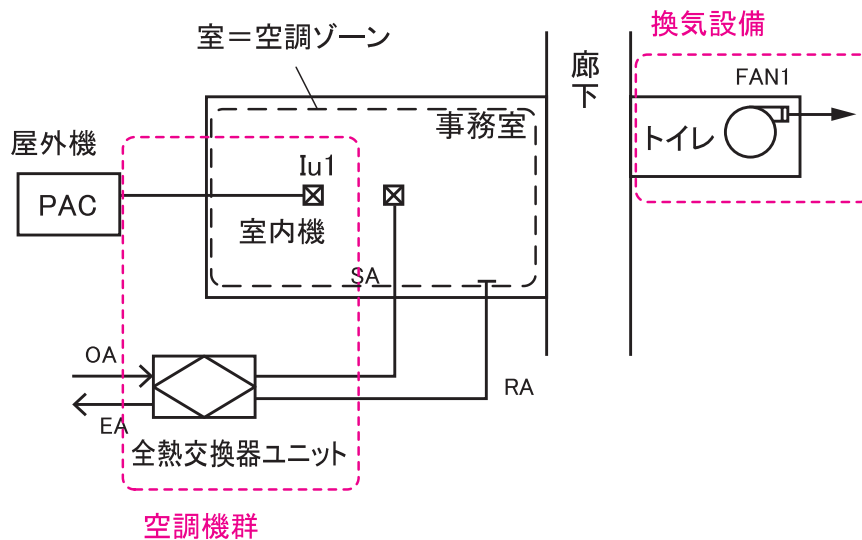

図 2-2-39 空調機群の考え方 (3)
3) システム例 3 (図 2-2-39 「空調機群の考え方 (3)」 参照)